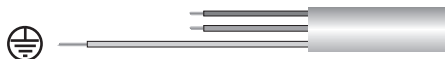

Fig. 1
1. Deslizar o clip no flap, retirar os parafusos (fig. 1). Rodar e bloquear o painel com clips. Abrir a caixa de conexões (fig. 2).